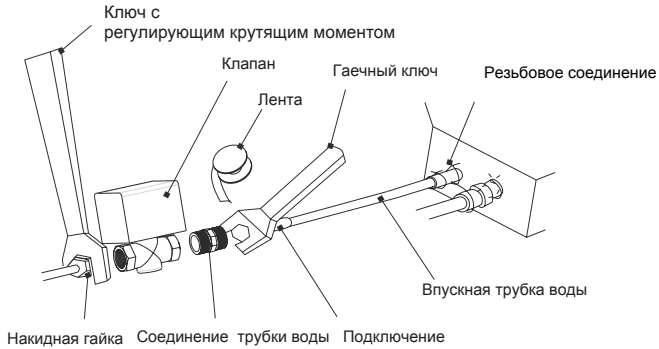

Рис.12
(1) Подключение клапана с приводом должно быть выполнено как показано на Рис.12: сначала соедините один конец трубного соединения с патрубком подачи воды на блоке, а к другому подсоедините клапан с электроприводом, затем, на конец клапана с электроприводом закрутите конусную гайку. Во время установки, используйте гаечный ключ и ключ с регулирующим крутящим моментом; крутящий момент должен быть в пределах 90 н/м2. Убедитесь в безопасном соединении.
(2) Трубное соединение и клапан имеют резьбу 3/4". До соединения рекомендуется обернуть резьбу тефлоновой лентой для лучшего уплотнительного эффекта.
(3) После надежного соединения труб, клапана, впускной и выпускной трубки воды, запустите водяной насос наружного блока, чтобы проверить его на наличие утечки.
(4) И , наконец, оберните губкой клапан с электроприводом и трубку для теплоизоляции.